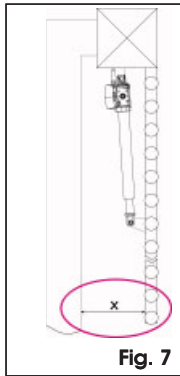

Fig. 7
- ⚠** Controleer, zodra de aandrijving is geïnstalleerd, of de waarde "X" van Fig. 7 minimaal 500 mm is. Als de waarde "X" lager is dan 500 mm, moet een stootproef worden uitgevoerd op het in Fig. 7 aangeduide punt, zoals beschreven in de norm UNI EN 12445, en controleer of de gemeten waarden in overeenstemming zijn met de bepalingen van de norm UNI EN 12453.